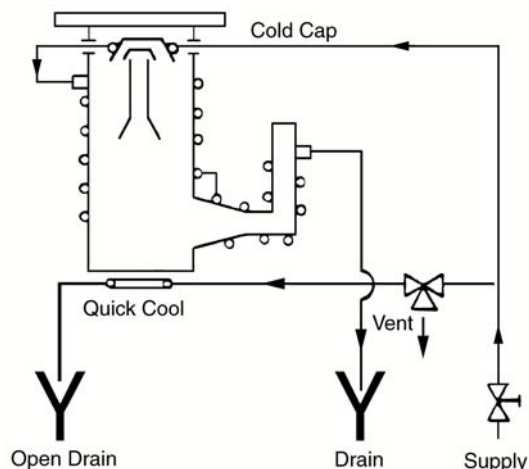

Figura 10 Collegamento della pompa all'acqua di raffreddamento
1. Collegare la serpentina di raffreddamento della copertura di raffreddamento unitamente alle altre serpentine di raffreddamento del corpo e della pompa a vuoto iniziale in serie, con la sola eccezione della serpentina Quick Cool (vedere il paragrafo che segue) seguendo le indicazioni riportate nella Figura 10. Per informazioni sulla velocità di flusso adeguata al tipo di pompa in uso, vedere la Tabella 4 a pagina 7. Flussi più alti non danneggiano la pompa.